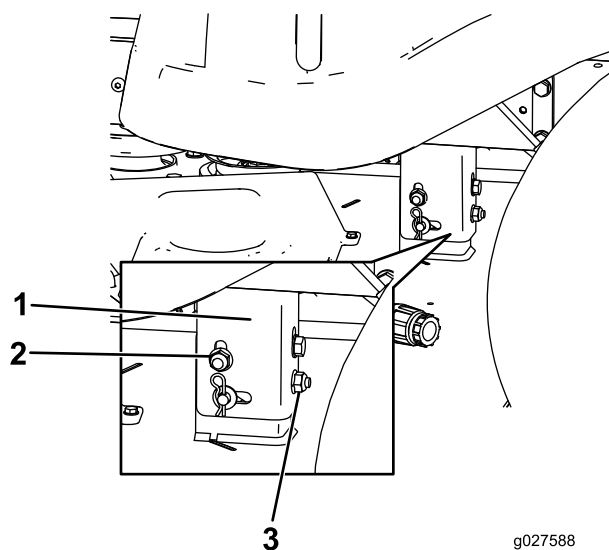

**Figura 50**
4. Rode cuidadosamente a(s) lâmina(s) para que todas estejam alinhadas (Figura 50).
5. Meça entre as extremidades de corte exteriores e superfície plana (Figura 50). Se ambas as medições não se encontrarem dentro do intervalo de 5 mm, é necessário um ajuste, continue com este procedimento.